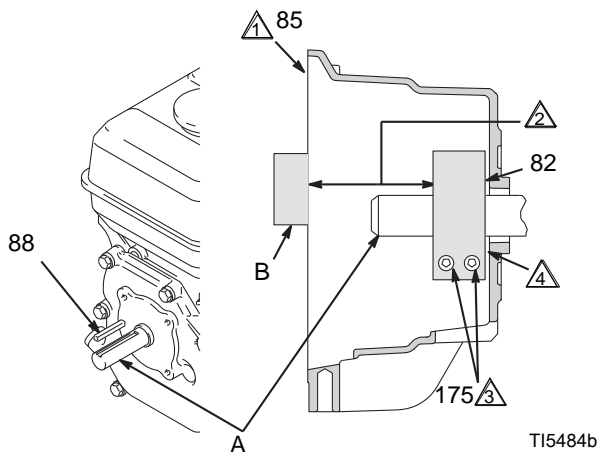

FIG. 9
4. FIG. 9. Lazítsa meg a szorítóelem (82) két csavarját (175).
5. Csavarhúzóval nyúljon be a szorítóelemen (82) található nyílásba és távolítsa el a szorítóelemet.
1. FIG. 9. Szerelje fel a motortengelyt rögzítő éket (88).
2. Műanyag kalapáccsal kocogtassa meg a motortengely szorítóelemét (82). Tartsa be a 2-es jelzésnél megadott méreteket. A horonynak a motor felé kell mutatnia.
3. Ellenőrizze le a méretet: helyezzen keresztbe egy merev, egyenes acélrudat (B) a tengelykapcsoló mellső részén (5). Pontos mérőműszer segítségével mérje le a rúd és a szorítóelem mellső része közti távolságot. Szükség szerint állítson a szorítóelemen. Csavarja be a két csavart (175). A megfelelő nyomaték: 125 +10 hüvelyk-font (14 +1.1 N•m).